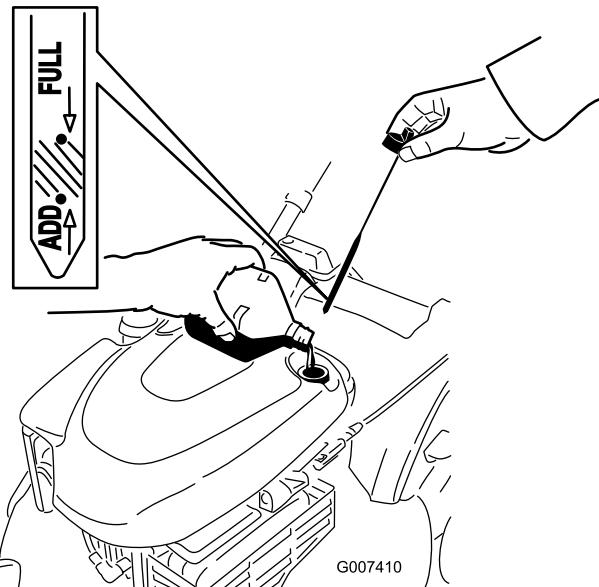

Figure 7
2. Retirez la jauge (Figure 7) et versez de l'huile dans le tube de remplissage pour remplir le carter moteur aux 3/4.
5. Sortez de nouveau la jauge et vérifiez le niveau d'huile ; voir Figure 7.
remplissage, puis répétez les opérations 3 à 5 jusqu'à ce que le niveau d'huile soit correct, comme montré à la Figure 7.